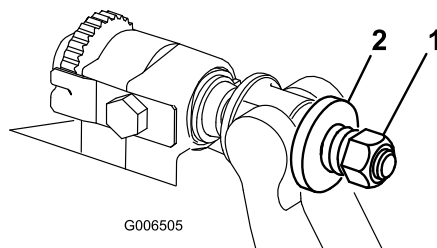

図 32
- スプリングがつぶれるまでテンション・ナットを締め、そこから半回転戻す (図 32)。